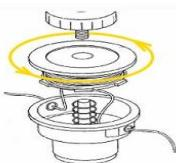

Рисунок 3
- намотайте жилку на шпулю у напрямку, зазначеному стрілкою (рис.3), слідуючи за тим, щоб кожен відрізок жилки потрапив у своє відділення;